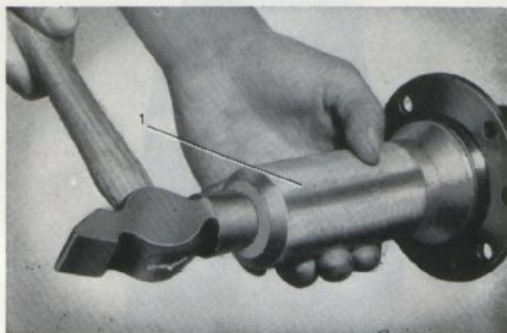

Bild 31. Mont. av lagerring.
3. Packa in lagren med ett multipurposefett på litiumbas av högsta kvalitet. För in drivaxlarna i bakaxelkåpan. Driv in lagrens ytterringar med monteringshylsa SVO 2205, se bild 31.